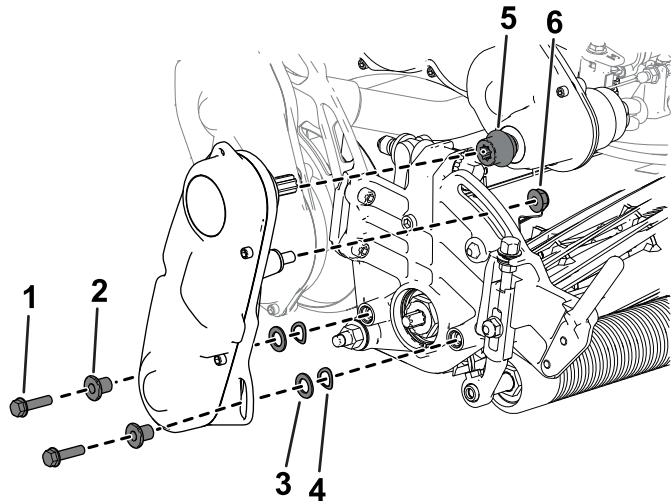

Figura 44
3. Remova o conjunto da transmissão do cilindro da unidade de corte (Figura 44) e guarde as ferragens.